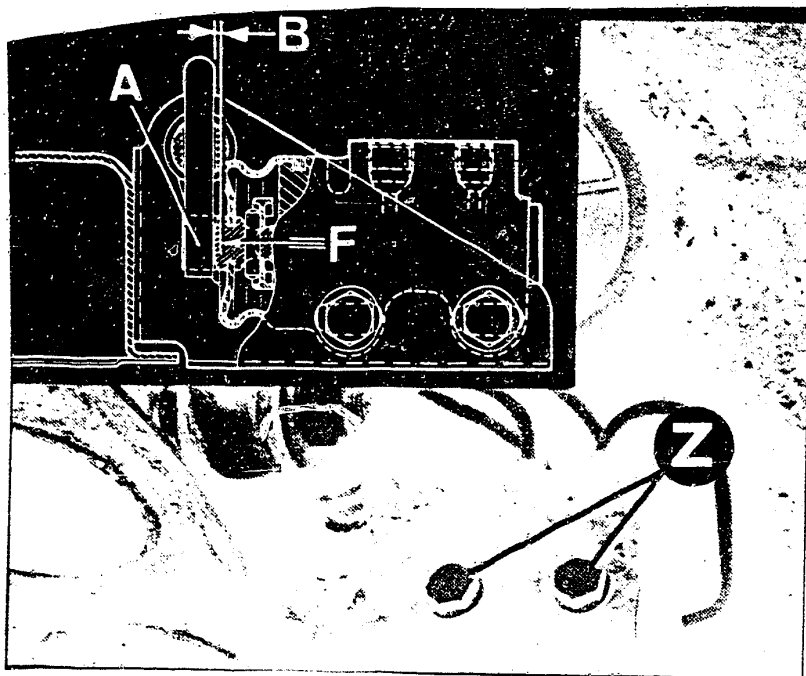

Bild 55
f) **Bremsdruckregler:** Dieser wird über ein Verbindungsgestänge von den beiden Querlenkern aus betätigt. Die Einstellung erfolgt bei angehobenen (also entlasteten) Hinterrädern auf die folgenden Werte (Bild 55):